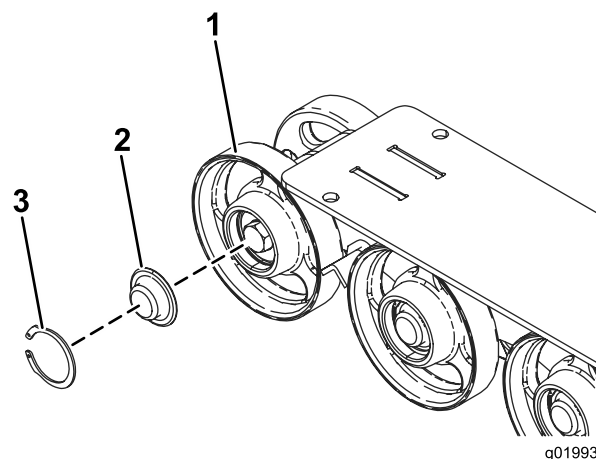

Figure 50
6. Vérifiez la graisse sous le chapeau et autour du joint (Figure 50). Si elle est encrassée, granuleuse ou en quantité insuffisante, enlevez toute la graisse, remplacez le joint et ajoutez de la graisse neuve.
8. Placez le chapeau de galet de roulement sur la tête du boulon (Figure 50).
9. Fixez le chapeau avec le circlip (Figure 50).
5. Déposez le circlip et le chapeau d'un galet de roulement (Figure 50).